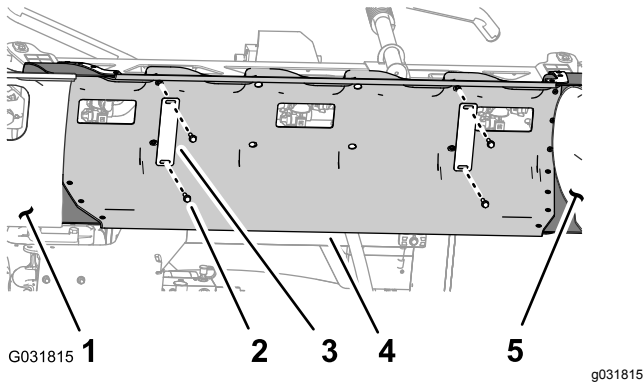

Figura 19
1. Enquanto segura a cobertura da secção central (11 bicos), retire os quatro parafusos de cabeça flangeada (5/16 x -1/4 pol.) e as 2 fitas da cobertura que prendem a cobertura ao suporte da cobertura (Figura 19).